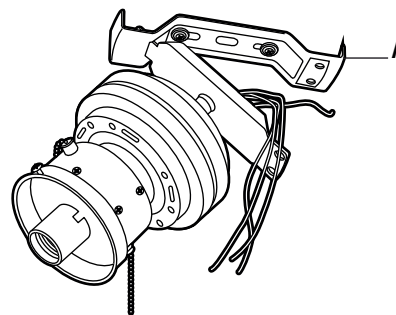

Figura 5
- Antes de hacer las conexiones eléctricas, use el agujero cuadrado en un extremo de la barra de soporte (A) para colgar el motor del ventilador (Figura 5).
- Conecte el cable de alimentación del ventilador (negro) y el cable de alimentación de la lámpara (azul) al cable negro de la vivienda como se muestra en la Figura 5. No conecte el cable azul si el juego de la lámpara no es usado.
- Después de conectar los cables, asegure los conectores de cable (BB) con cinta aislante negra y sepárelos de modo que los cables verde y blanco estén en un lado de la caja de salida y los cables negro y azul en el otro lado. (o sea, el conector con conexión a tierra en un lado y los cables vivos en el otro lado).
- Gire los conectores de cable (BB) hacia arriba y empuje el cableado dentro de la caja de salida.